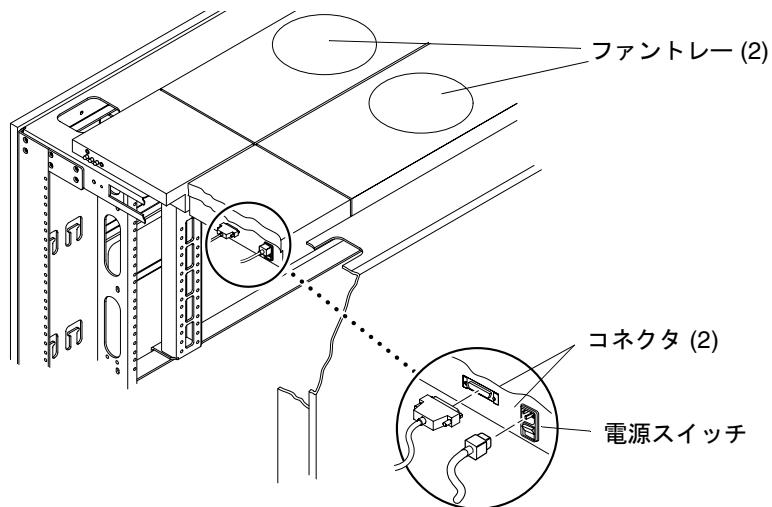

図 6-2 ファントレーの電源スイッチおよびコネクタ
1. 電源スイッチがオフに設定されていることを確認します (図 6-2)。
3. ファントレーの背面から 2 つのコネクタを取り外します (図 6-2)。